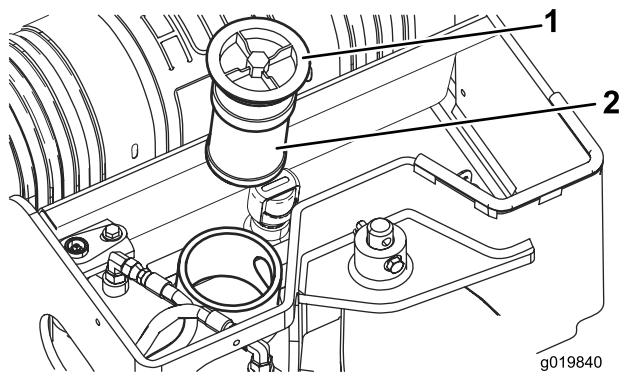

Figura 60
5. Togliete il filtro dell'olio e gettatelo (Figura 60).
6. Inserite il filtro idraulico di ricambio e il tappo di riempimento (Figura 60) e serrate il bullone della parte superiore a 21–25 Nm.
6. Togliete il tappo del serbatoio idraulico e il filtro (Figura 60).
11. Inserite il filtro idraulico e il tappo di riempimento (Figura 60) e serrate il bullone della parte superiore a 21–25 Nm.